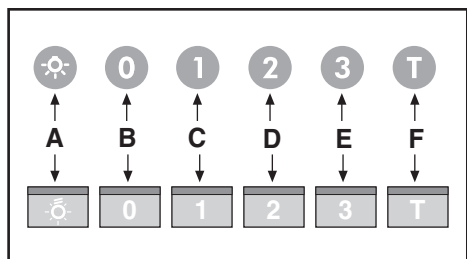

Fig.10
• **Commandes Lumineux (Fig.10)** le symbole sont le suivant: